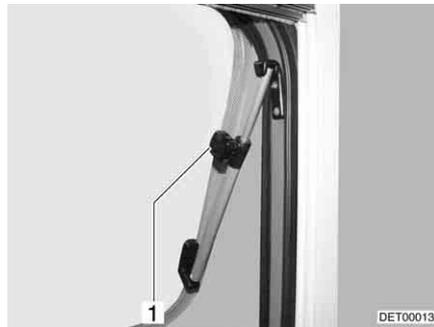

Fig. 67 Finestra apribile con deflettore a rotazione
- Finestra apribile con deflettore a rotazione: Aprire la finestra apribile fino alla posizione desiderata e fissarla mediante il pomello zigrinato (Fig. 67,1).
- Finestra apribile con deflettore a rotazione: Ruotare il pomello zigrinato (Fig. 67,1) fino a che l'arresto viene sbloccato.